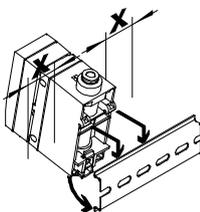
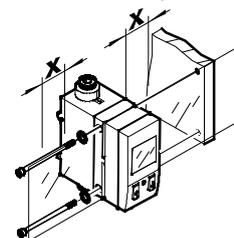

Fig. 3
Fig. 5
- Al momento di montare il sensore SFAB, mantenere una distanza laterale di $x = 10$ mm dalle superfici a massa → Fig. 3 ... Fig. 5.
2. Premere l'SFAB in direzione della freccia finché il cursore di fissaggio non si innesta in posizione → Fig. 3.